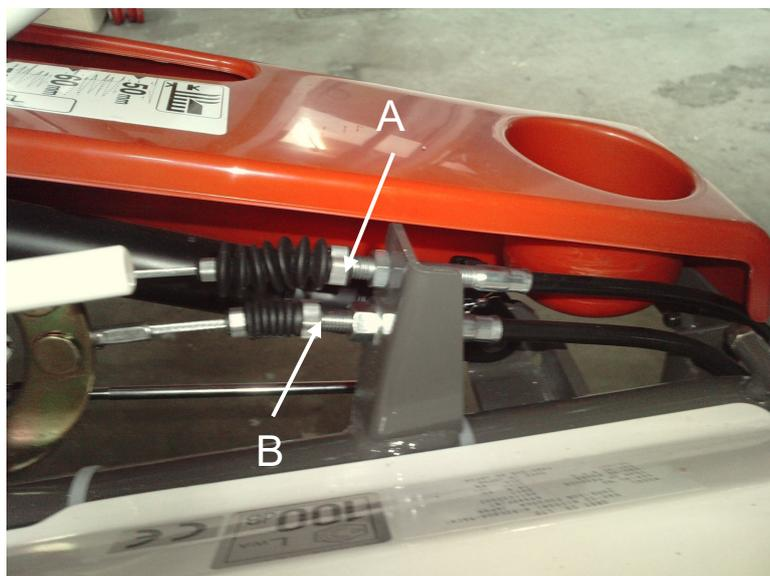

Figure 30
- Si la courroie a tendance à patiner, tendez le câble avec le tendeur (Figure 30, repère B) jusqu'à ce que les spires du ressort soient décollées.